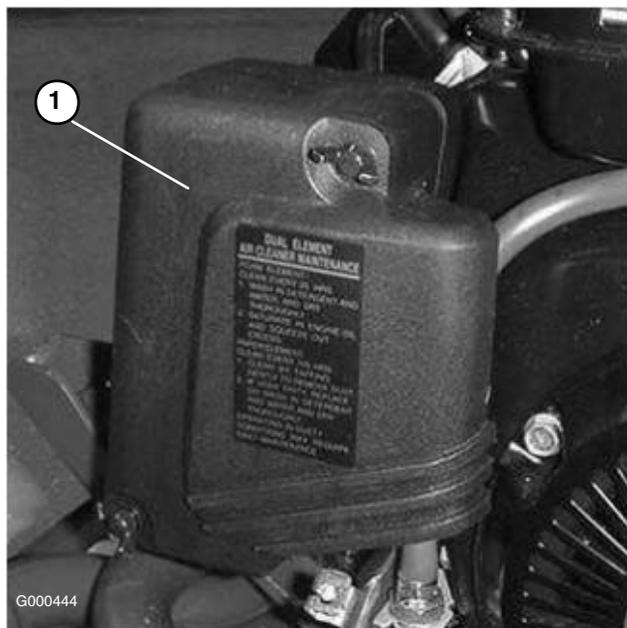

Figura 21
2. Retire las tuercas de orejeta que fijan la tapa del limpiador de aire, y retire la tapa Limpie a fondo la tapa (Figura 21).